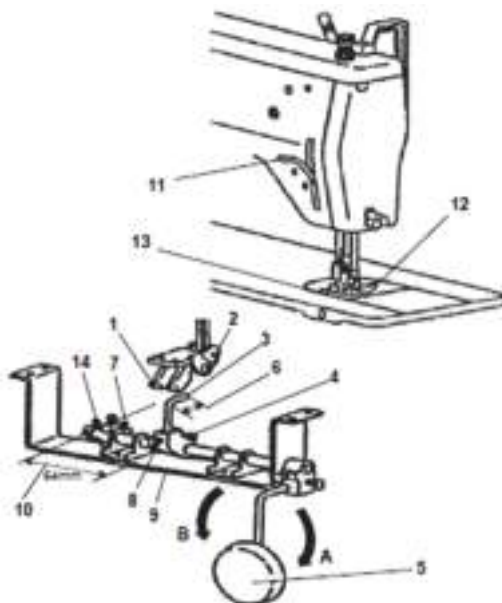

Figura 33
O suporte das alavancas (1) e (2) representado na Figura 33 tem de ser fixado na parte inferior da base da máquina.
A alavanca (1) é usada para levantar e baixar o pé calcador enquanto a alavanca (2) é usada para controlar a largura do ponto (ver Figura 33).
Para preparar a joelheira, de maneira que se possa levantar o pé calcador através dela, proceda como se segue (ver Figura 33):
- Segure o braço (3) e solte o parafuso (4).
- Desloque o braço (3), localizando-o por baixo da alavanca (1) e em seguida reaperte bem o parafuso (4).
- Solte a contra porca do parafuso (7) e depois solte esse parafuso.
- Localize a parte dobrada do braço (3), de modo que essa dobra fique quase na horizontal, quando a sapata (5) for totalmente empurrada na direção da seta (A).
- Com o braço (3) localizado nessa posição, solte o parafuso (8) e desloque esse braço para cima ou para baixo, até conseguir uma distância de 64 mm entre a dobra do braço e o suporte (9).
Ver na Figura 33 o item (10) que identifica essa distância.
- Levante a alavanca (11) para levar o pé calcador (12) para cima.
- Solte a contraporca do parafuso (14) e em seguida regule esse parafuso de tal forma que a sapata (5) possa desarmar a alavanca (11), quando o pé calcador for levantado um pouco além da sua posição total para cima.